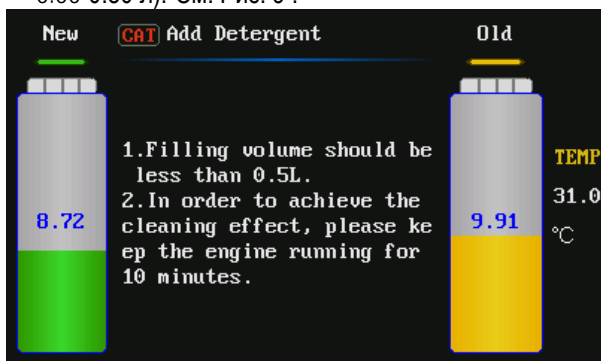

Рис.9
- 1) Выбрать функцию "Add ATF detergent" в главном меню и установить количество моющего средства, необходимого для заливки (диапазон настройки: 0.00-0.50 л). См. Рис. 9.